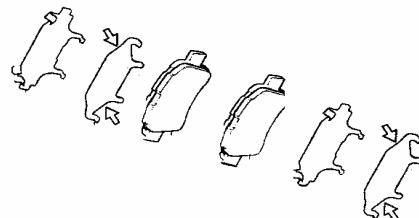

图 3-31
(1) 在每片消音垫片的两侧涂盘式制动润滑脂，如图3-31所示。